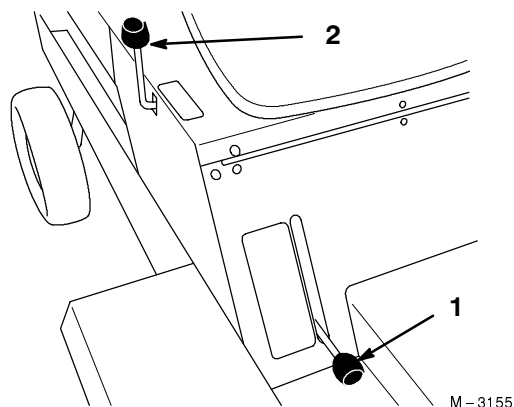

Figure 11
2. Levez le levier pour serrer le frein de stationnement (Fig. 11).
1. Abaissez le levier pour desserrer le frein de stationnement (Fig. 11).
Ce levier permet de relever et d'abaisser les divers accessoires (Fig. 11).
3. Tirez le levier de commande en arrière pour élever l'accessoire à la hauteur requise (Fig. 11).
3. Poussez le levier de commande vers l'avant pour abaisser l'accessoire (Fig. 11).